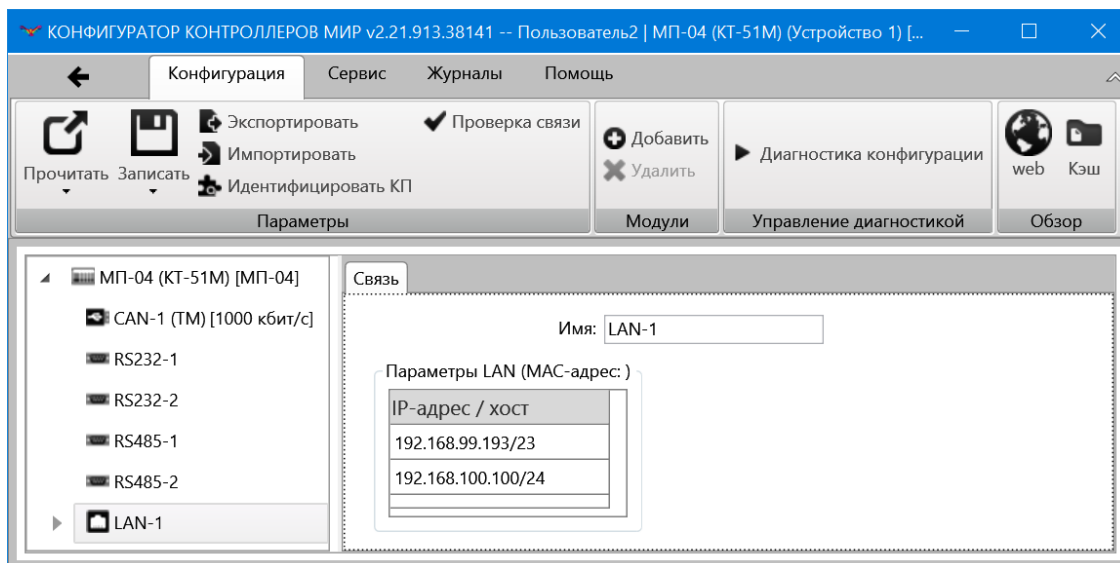

Рисунок 49
- для интерфейсов LAN можно назначить до четырех разных статических IP-адресов (рисунок 49), используя кнопку *Добавить*, но при этом не разрешается использовать одну и ту же подсеть для разных LAN-интерфейсов модуля МП-04;